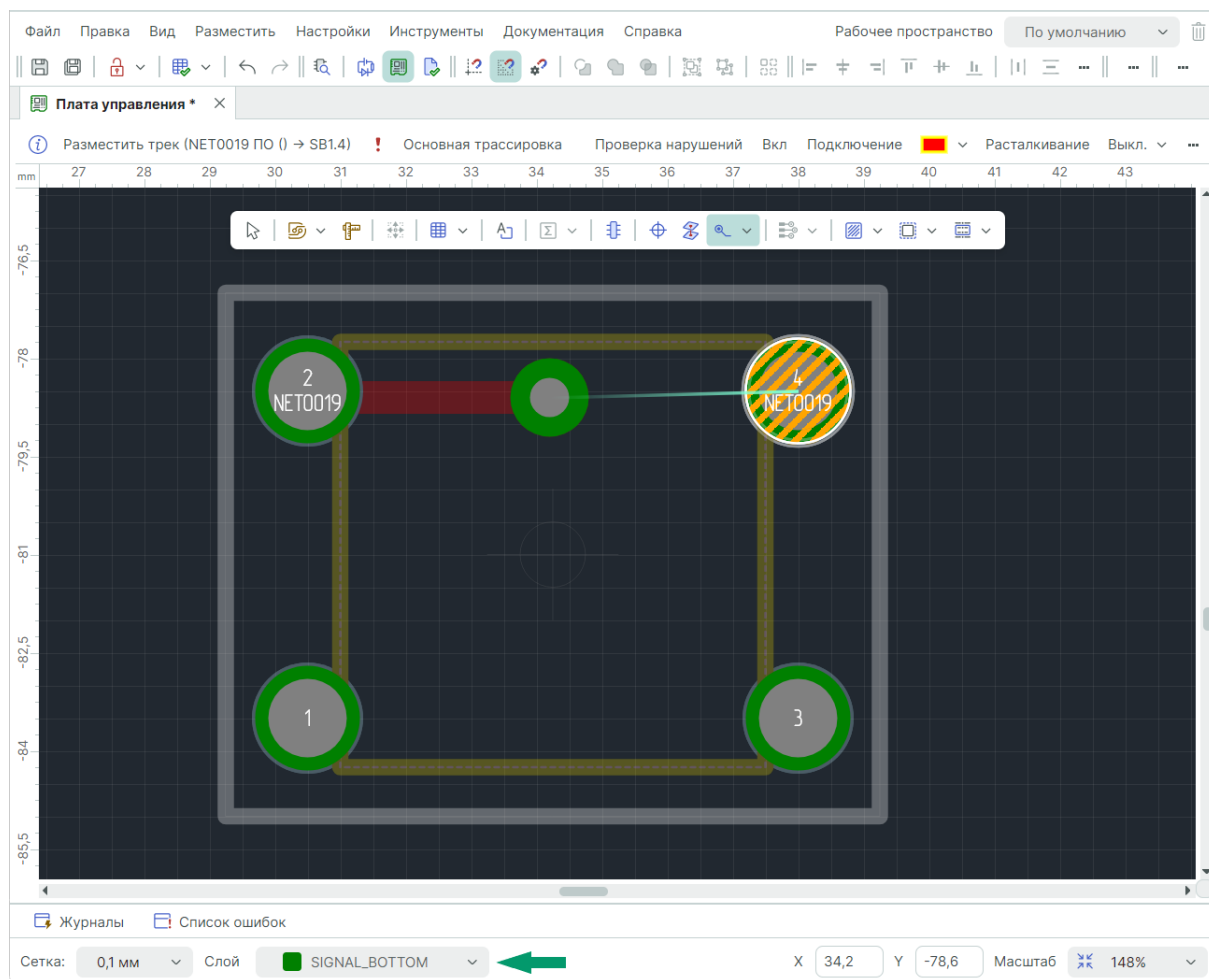

Рис. 221 Размещение перехода на другой слой
3. Выберите точку, в которой необходимо разместить переход. Автотрассировщик редактора продолжит трек с последнего зафиксированного участка до перехода, на экране будет отображен возможный вид трека и переходное отверстие, см. Рис. 221.